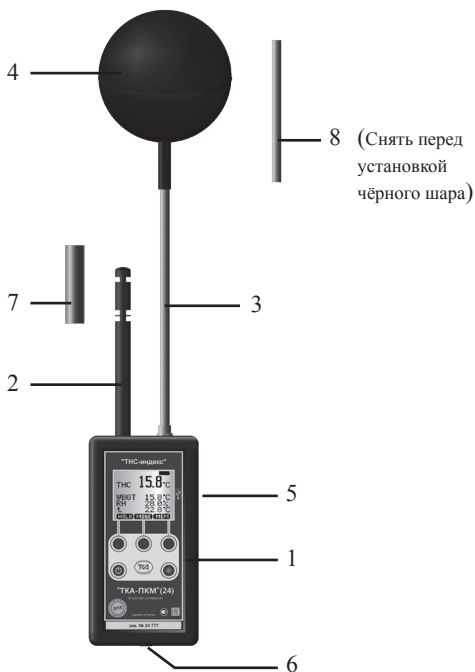

Рис.1. Внешний вид прибора “ТКА-ПКМ”(24)
5.1. Конструктивно прибор выполнен в виде единого блока (Рис.1). На лицевой стороне корпуса прибора расположены: ЖК-дисплей и органы управления: кнопки “Вкл/Выкл”, “Подсветка” и три функциональные кнопки. На обратной стороне корпуса расположена крышка батарейного отсека. Зонды с
датчиками измеряемых параметров установлены на верхней торцевой крышке корпуса. Для установки прибора на штатив в нижнем торце корпуса установлено резьбовое гнездо (6, Рис.1). Для связи с ПК в приборе установлен разъём (5, Рис.1).
5.3. Чёрный шар (4, Рис.1) устанавливается на зонд №2 (3, Рис.1).